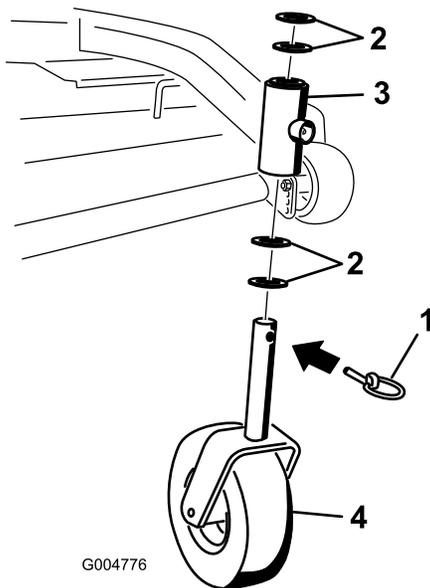

Figure 32
2. Enlevez la goupille de sécurité et la ou les entretoise(s) du haut de la fourche de la roue pivotante (Figure 32).